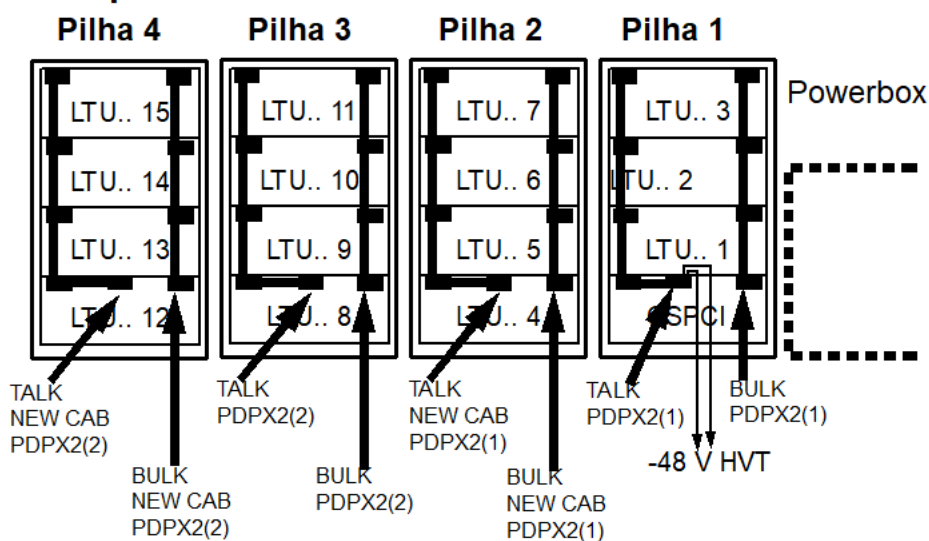

Figura 210: Ligações -48V redundantes entre o PDPX2 e o bastidor do módulo
- 2) No lado posterior de cada pilha, ligar respectivamente um cabo TALK –48 V e um cabo BULK –48 V (proveniente do PDPX2 (1) pilha 1/2 e do PDPX2 (2) pilha 3/4) aos acessos –48 V dos bastidores inferiores. A Tabela 18: Ligações –48-V redundantes entre o BAMX e o armário do OpenScape 4000 na página 245 e a Figura 210: Ligações -48V redundantes entre o PDPX2 e o bastidor do módulo na página 246 mostram como os cabos Bulk e Talk do BAMX devem ser ligados às caixas OpenScape 4000.